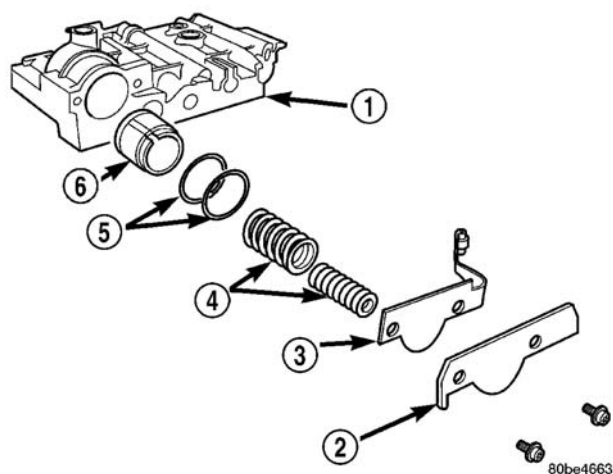

图 379 2/4 档储能器总成
(12) 安装 2/4 档储能器部件，如（图 379）所示。